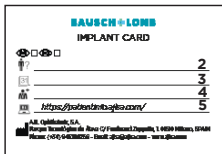

Fig. 2.- Frontal de la tarjeta de implante
2. Drehen Sie das Rad nach vorne, bis der Ring vollständig im Injektor eingesetzt ist (Abbildung 2)